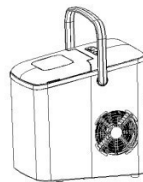

Рис. 2
- Убедитесь, в том, что сливная пробка (13) установлена на место (рис. 2).